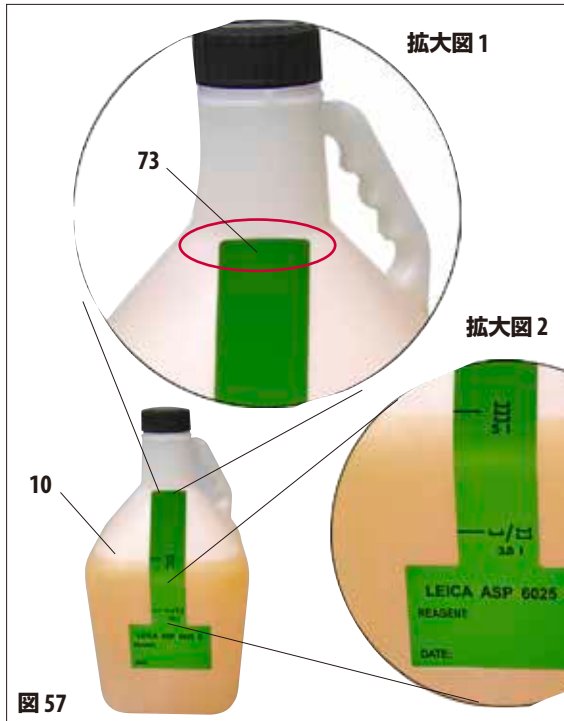

図 57
注入レベルマークを有効にするには、ラベルの細い側の先端が RTU ボトル (10) のボトルネックの下端に一致するように貼り付け (図 57 の拡大図 1)、上から下に縦に押しつけます。
5 L の記号 (図 57 の拡大図 2) は、レトルトを第 3 レベルセンサー (バスケット 3 個搭載に対応) まで満たす場合、RTU ボトルのこの線まで試薬を注入する必要があることを示します。
ラベルにステーション番号を記入したり、指定した試薬をセットした日付を記入することができます (図 57)。